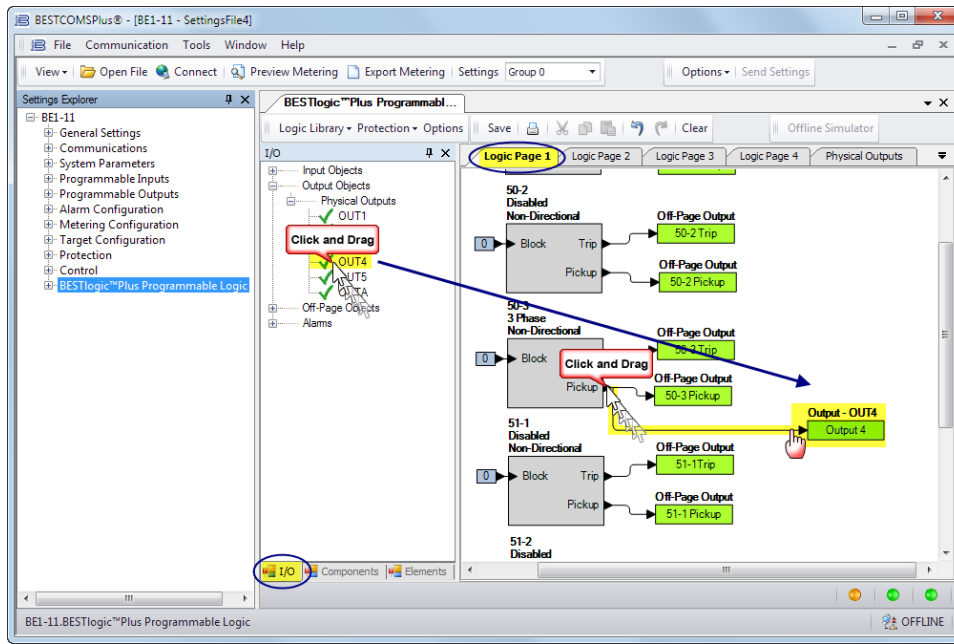

Figure 2-16. BESTlogicPlus Programmation de OUT4
Step 10: Dans cette étape, la sortie Enclenchement (Pickup) de l'élément 50-3 est connectée à la sortie 4 (Output 4). Lorsque la sortie Enclenchement (Pickup) de l'élément 50-3 est définie sur vrai, la désignation de la sortie 4 s'affiche dans le rapport de défaut et/ou de séquence des événements. La désignation est saisie à l'étape 12. Cliquez sur l'onglet Page logique 1 (Logic Page 1) et cliquez ensuite sur l'onglet E/S (I/O) au bas de l'écran. Développez le menu Objets de sortie (Output Objects), puis le menu Sorties physiques (Physical Outputs). Cliquez et faites glisser OUT4 vers le diagramme logique. Cliquez sur la sortie Enclenchement (Pickup) de l'élément 50-3 et faites-la glisser vers l'entrée de OUT4 pour établir une connexion. Reportez-vous à la Figure 2-16.